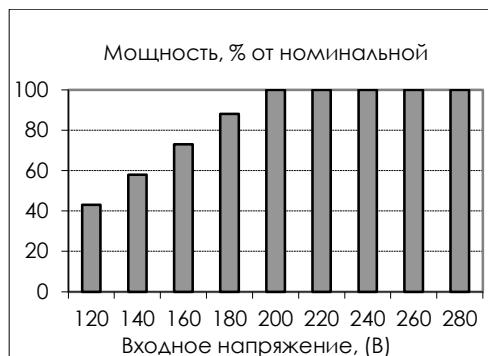

Рис.2
При понижении напряжения сети снижается максимальная выходная мощность стабилизатора; зависимость приведена на Рис.2.
6. Дождитесь окончания действия задержки подключения нагрузки (6 сек.) и при помощи цифрового индикатора уровня напряжения (2) и кнопки переключения (3) убедитесь в наличии входного и выходного напряжений. (Рекомендуем обратить внимание на входное напряжение сети. Подключение мощной нагрузки при пониженном напряжении может привести к перегрузке стабилизатора, см. Рис.2.)
7. Выключите стабилизатор (1).
8. Подключите нагрузку (8).
9. Включите стабилизатор (1).
10. Если необходимо, включите увеличение задержки (5). (Рекомендуем использовать увеличенное время задержки, 180 сек., для оборудования с электродвигателями, например: холодильники, кондиционеры, насосы и т.п. Это позволяет, при кратковременном отключении сети, движущимся механическим частям оборудования прийти в исходное состояние, и затем корректно подключить питание.)